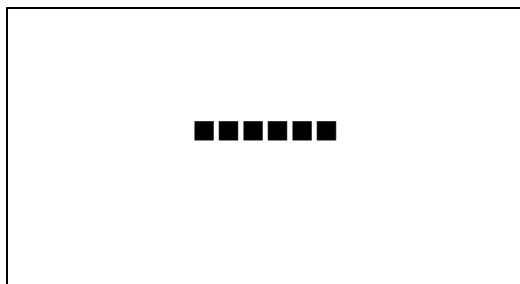

図4-12 オンスクリーンメニュー (POSITION V例)
1) キャラクターメニューで「POSITION V」(※1)を選択し、**ENTER** ボタンを押すと図4-12のような設定メニューが表示されます。